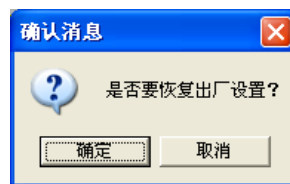

图 5.11 恢复出厂设置
- 2) 点击“恢复出厂设置”按钮，弹出恢复出厂设置对话框，如图 5.11 所示：